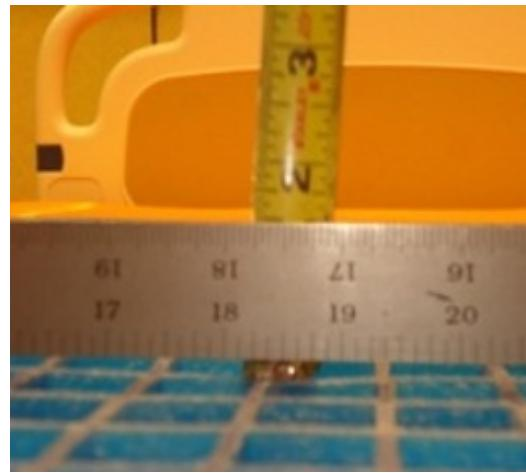

Figura 5-4: Medir profundidade máxima
6. Com uma fita métrica, meça a profundidade máxima (ponto mais baixo) desde a base da extremidade recta até ao topo da espuma (Figura 5-4 na página 5-17).